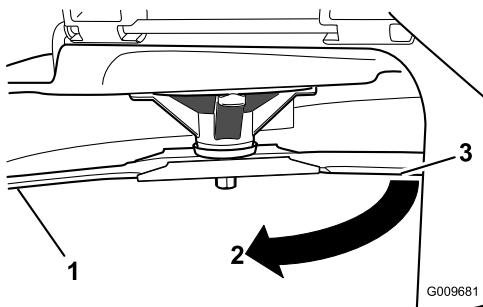

Figura 47
4. Gire la misma cuchilla 180 grados de manera que el otro filo de corte esté en la misma posición (Figura 47).